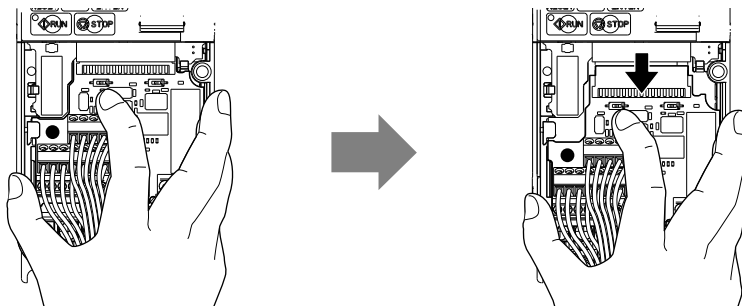

Abb. 7.7 Ausbau des Klemmenboards
4. Während Sie den Arretierstift (Schritt 3) nach unten gedrückt halten, schieben Sie das austauschbare Klemmenboard in Pfeilrichtung (Abb. 7.7).